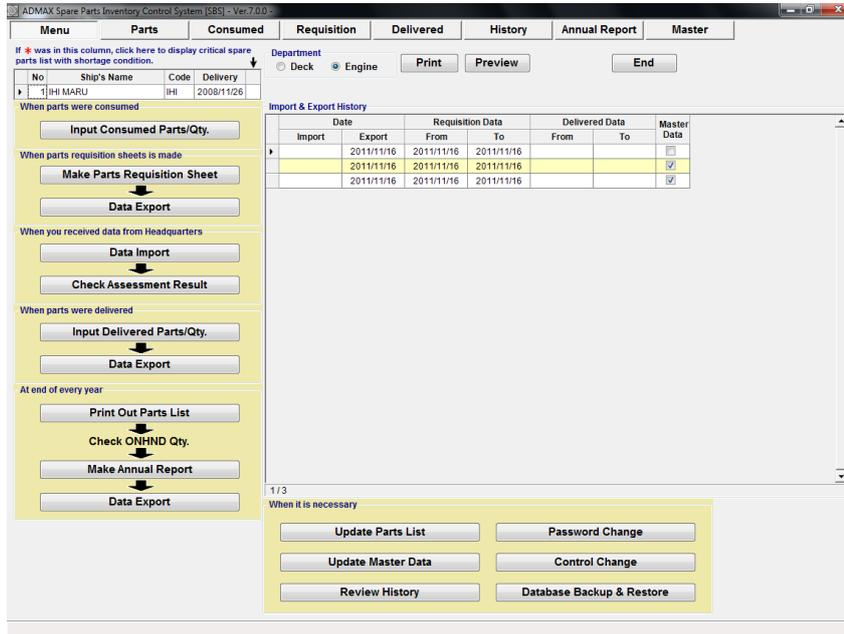

図 13.1 Menu
1. メニュー画面(図.13-1)で[Update Master Data]を選択します。